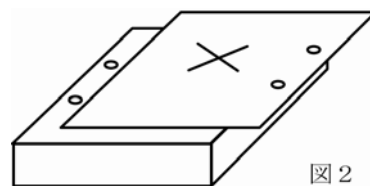

図2
- (3) もともと重なっていた部分で明らかにおかしい、連続性のない重なりには前後を確認
- (4) 綴じ穴が同じ向きに揃っているか確認（図2）